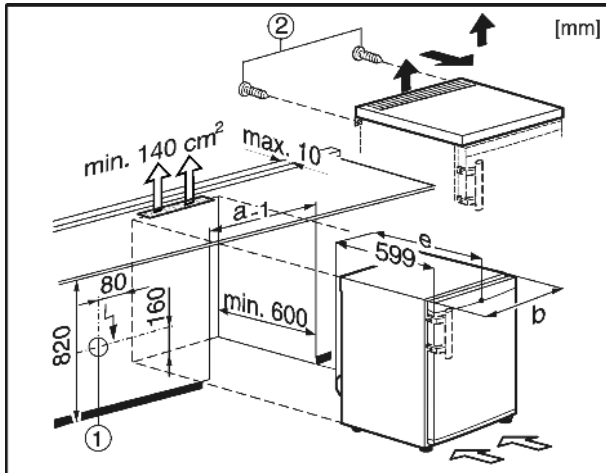

Fig. 7
Het stopcontact *Fig. 7 (1)* dient daarbij naast de achterkant van het apparaat te vallen en eenvoudig toegankelijk te zijn.
- ▶ Bouten *Fig. 7 (2)* aan de achterkant verwijderen.